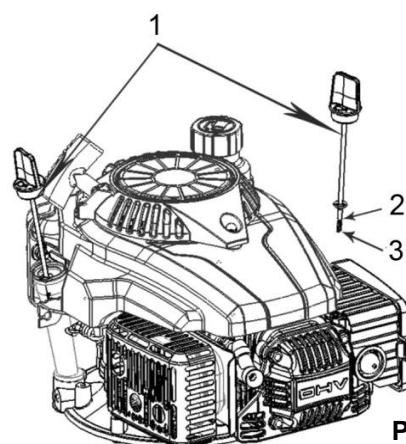

Рис. 4
- Окрутите крышку топливного бака (1)(См. Рис.4). Проверьте уровень топлива.
**⚠ Внимание! При проверке уровня масла или его замены, газонокосилка должна стоять ровно на горизонтальной поверхности. Двигатель должен быть остановлен. Поддерживайте уровень масла у максимальной отметки (H) на масляном щупе.**
- Отверните один масляный щуп (1)(См. Рис.4) и проверьте уровень масла.
- Если уровень масла меньше нижней линии (3)(См. Рис.4) на щупе, долейте масло до верхней отметки (2)(См. Рис.4). При загрязнении, масло необходимо заменить.